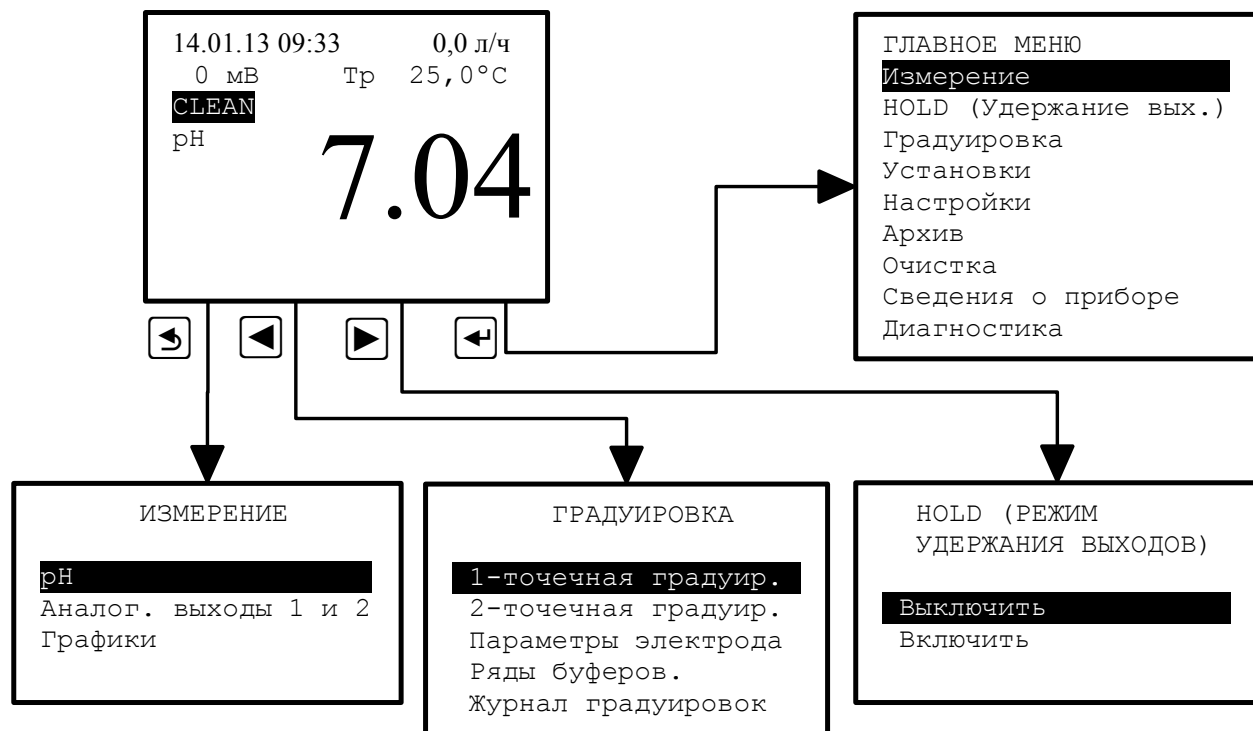

Рисунок 4 - Режим измерения
3.3.1.4 При помощи «горячих» кнопок из режима измерения можно перейти к некоторым режимам и меню рН-метра без перехода через «ГЛАВНОЕ МЕНЮ» (Рисунок 4).
3.3.2.2 Режим «HOLD» включается и выключается вручную. Войти в режим «HOLD», находясь в режиме измерения, можно при помощи «горячей» кнопки (Рисунок 4):
- в режиме измерения нажать «горячую» кнопку  (смотри Рисунок 4);
3.3.4.1 Чтобы войти в меню «УСТАНОВКИ» из режима измерения, надо сначала войти в Главное меню. Вход в «ГЛАВНОЕ МЕНЮ» производится при нажатии кнопки  (смотри Рисунок 4).